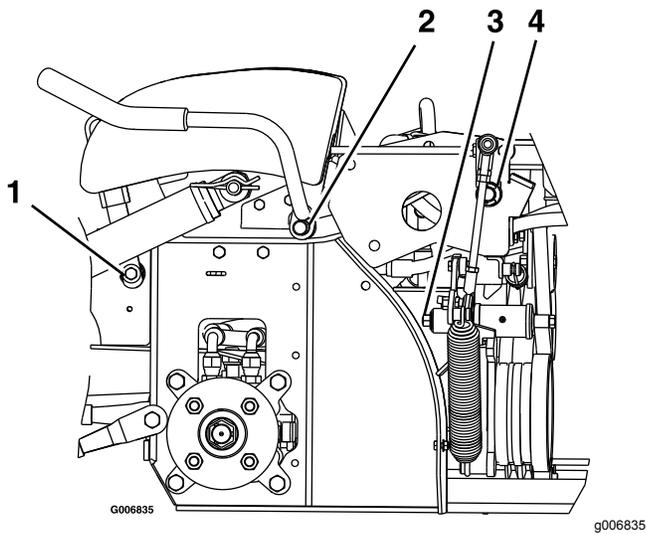

Bild 33
2. Fetten Sie die bronzenen Büchsen am Drehzapfen des Bremshebels mit Sprüh- oder Leichtöl ein (Bild 33).